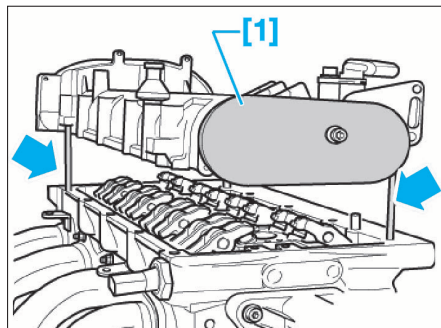

FIG. 62
- Visser deux goujons filetés (M6x80) dans la culasse (Fig.62).